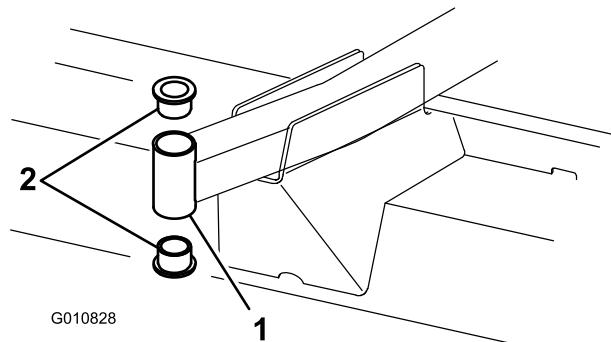

Figura 21
- Inserite un punteruolo nella parte superiore o inferiore del tubo di fissaggio, e spingete la boccolla fuori del tubo (Figura 21). Estraete dal tubo anche l'altra boccolla.